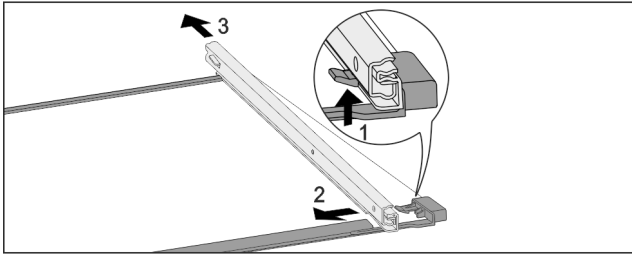

Fig. 70 Glasplatte mit Schienen
- ▶ Vorderen Rasthaken nach oben drücken. Fig. 70 (1)
- ▶ Auszugsschiene zur Seite Fig. 70 (2) und nach hinten Fig. 70 (3) wegschieben.